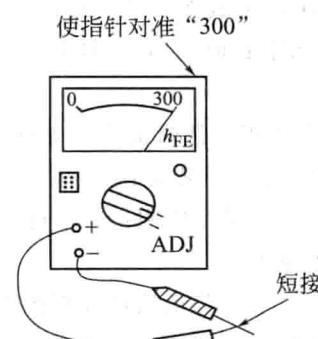

图 1-11 用万用表测量三极管直流放大倍数
① 模拟万用表测量三极管直流放大倍数时，先将测量选择开关转动至“ADJ（校准）”挡位，将红黑两表笔短接，调节欧姆调零旋钮，使表针对准  $h_{FE}$  刻度线的“300”刻度线（例如 MF-47 型），如图 1-11 所示。
② 分开两表笔，将测量选择开关转动至“ $h_{FE}$ ”挡位，即可插入三极管进行测量。
③ 待测量如果是 NPN 型三极管引脚插入 N 型管座内，若是 PNP 型三极管应插入 P 型管座内。注意，三极管的 e、b、c 三个电极要与插座极性对应，不可插错。
④ 指针偏转所指示数值约为三极管的直流放大倍数  $h_{FE}(\beta)$  值。